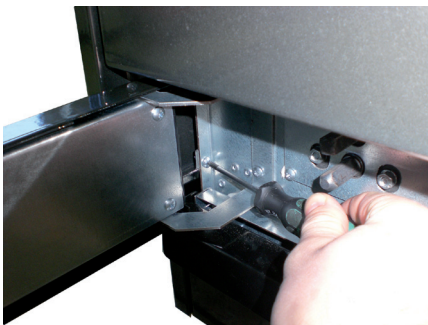

Fig. 7
- ⇒ Ouvrir la porte du cendrier et desserrer les vis de fixation de la plinthe de socle (Fig. 7), régler l'écart de la plinthe de socle (5 – 6,5 cm) et resserrer les vis.